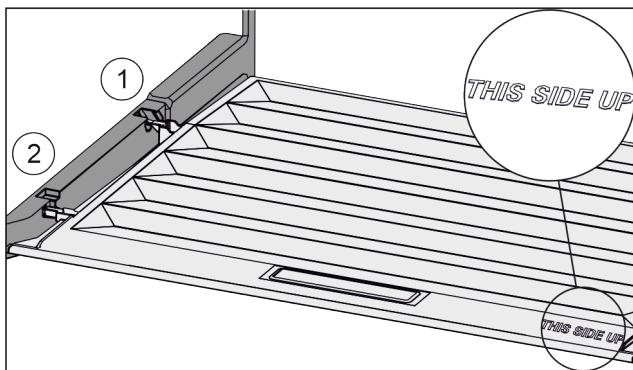

Fig. 40
- Výstupky veka zavedte cez otvor zadného držiaka Fig. 40 (1) a zaistite vpred v držiaku Fig. 40 (2).